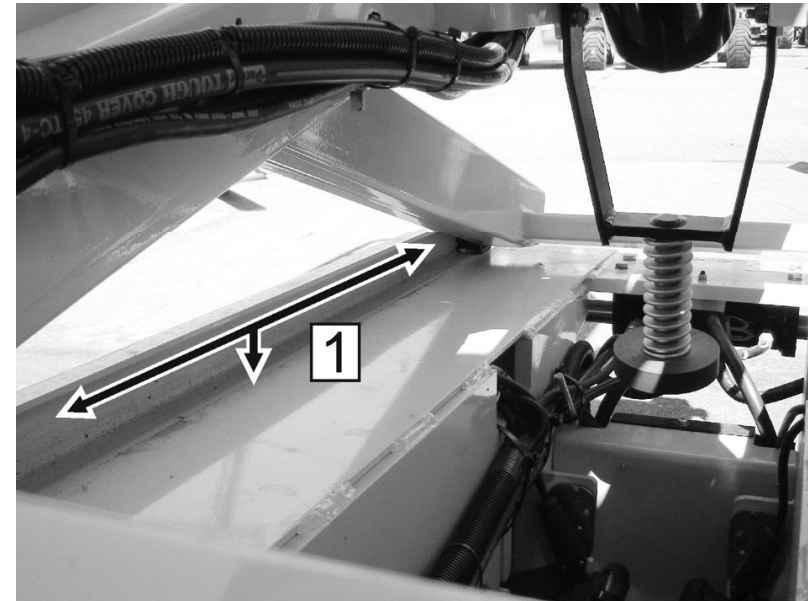

Abbildung 5-2. Unterer Gleitplattenkanal
2. Untere und obere Gleitplattenausfindig machen und sämtlichen Schmutz und Ablagerungen von der Gleitkanalfläche (1, 2) entfernen. Siehe Abbildung 5-2., Unterer Gleitplattenkanal.
3. Tragen Sie eine Schicht Fett entlang der inneren und unteren Kante des unteren Gleitkanals (1) auf beiden Seiten der Maschine auf.